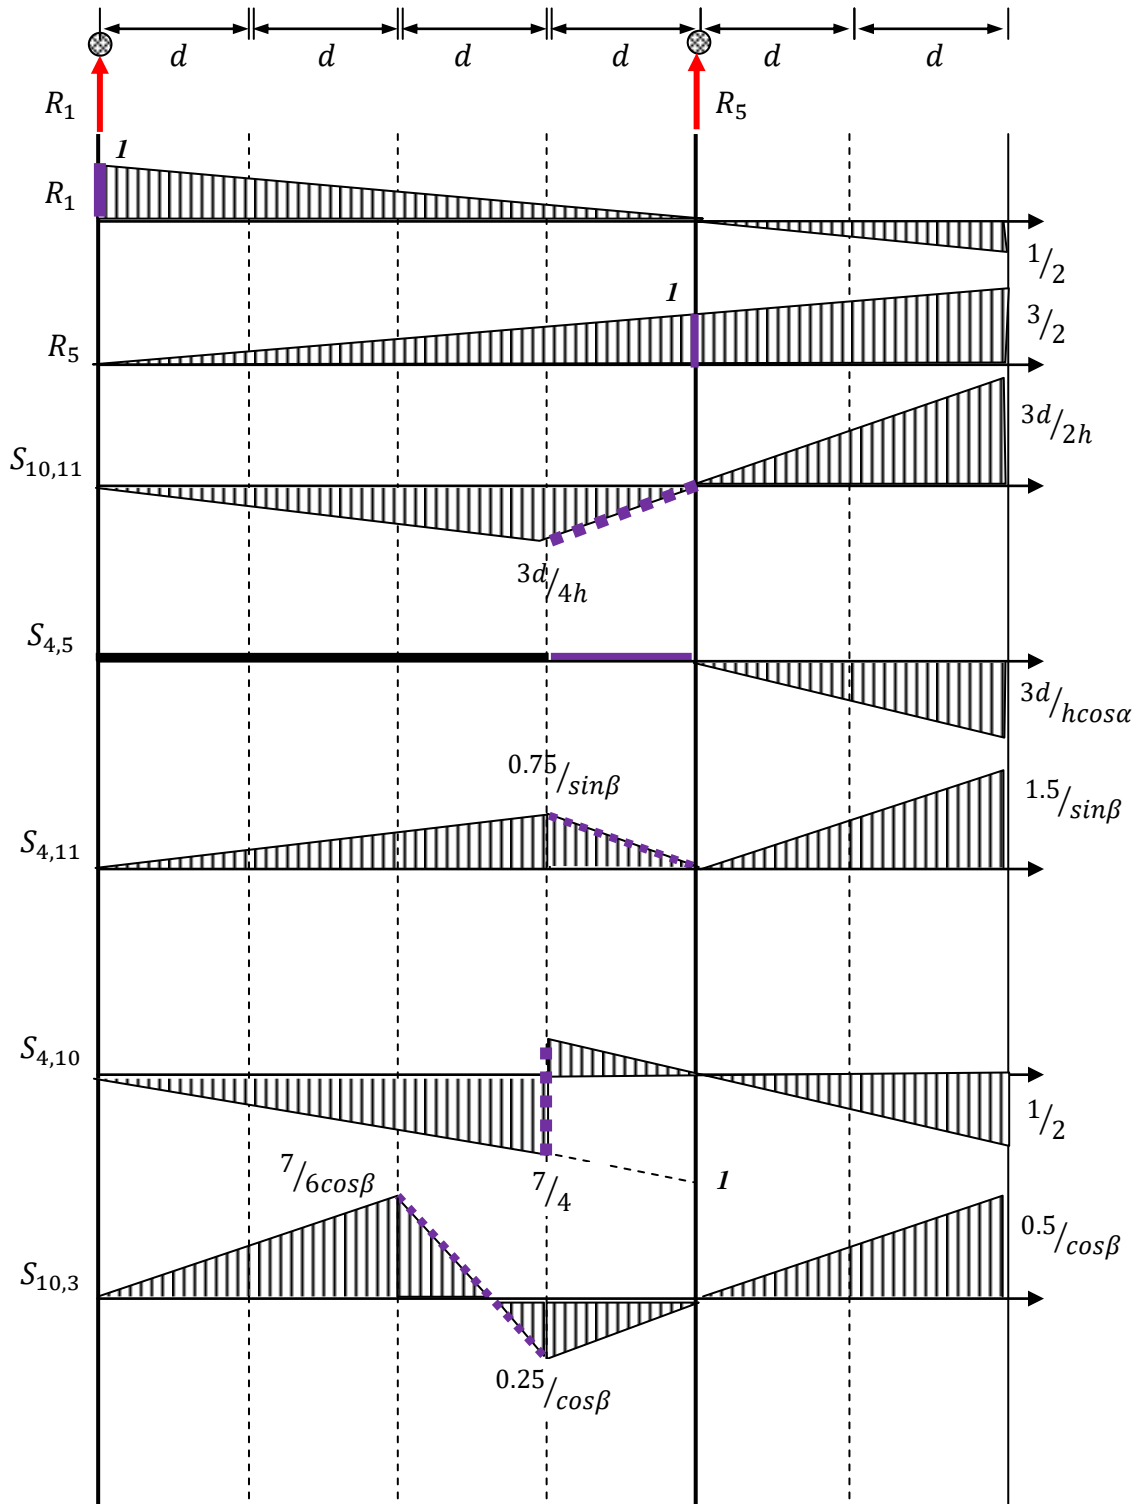

Рис. 4.6 Линии влияния реакций опор и стержней фермы
4. Построим линии влияния (рис. 4.6) по их уравнениям с учетом узловой передачи нагрузки (передаточная линия).